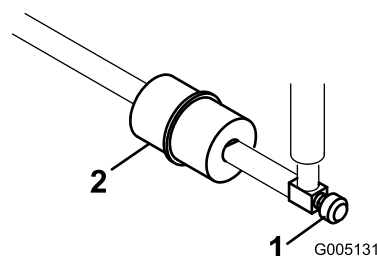

Bild 38
In die Kraftstoffleitung ist zwischen dem Kraftstofftank und dem Vergaser ein Filter eingebaut (Bild 38). Tauschen Sie diesen Filter alle 800 Betriebsstunden oder vorher aus, wenn der Kraftstofffluss beeinträchtigt wird. Stellen Sie sicher, dass der Pfeil am Filter vom Kraftstofftank weg ausgerichtet ist.
1. Schließen Sie den Kraftstoffhahn, lockern die Schlauchklemme an der Vergaserseite des Filters und ziehen die Kraftstoffleitung vom Filter ab (Bild 38).
2. Stellen Sie ein Auffanggefäß unter den Filter, lockern die verbliebene Schlauchklemme und entfernen den Filter (Bild 38).